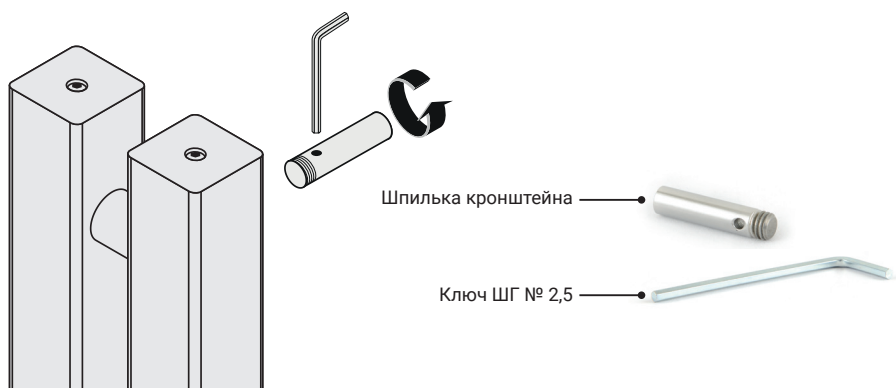

Рис.1
5.1. Установите на полотенцесушитель шпильки кронштейнов (рис. 1). Для плотной протяжки шпилек можно использовать ключ ШГ №2,5 который нужно вставить в технологическое отверстие в шпильке и подтянуть по часовой стрелке до упора.